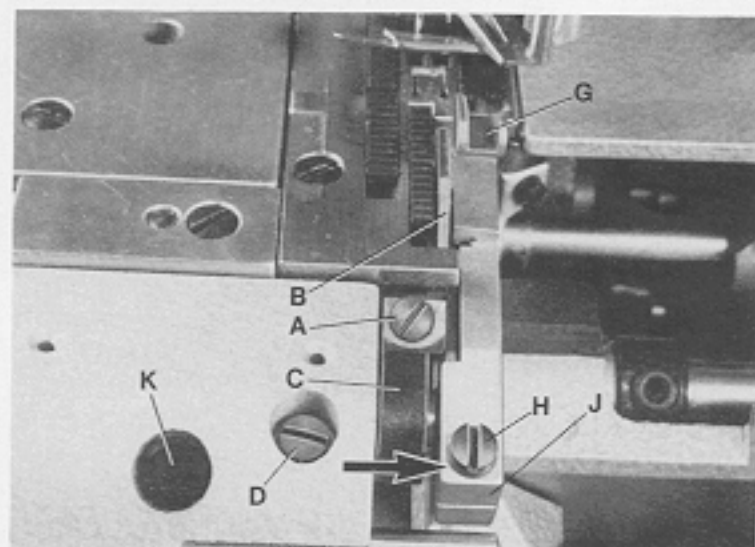
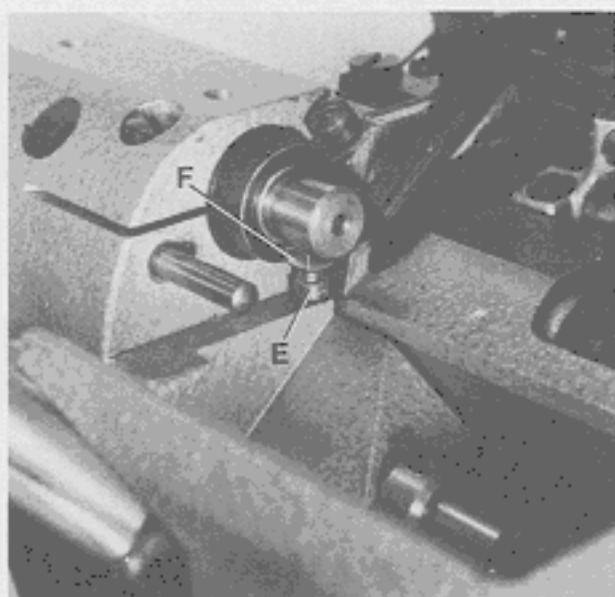
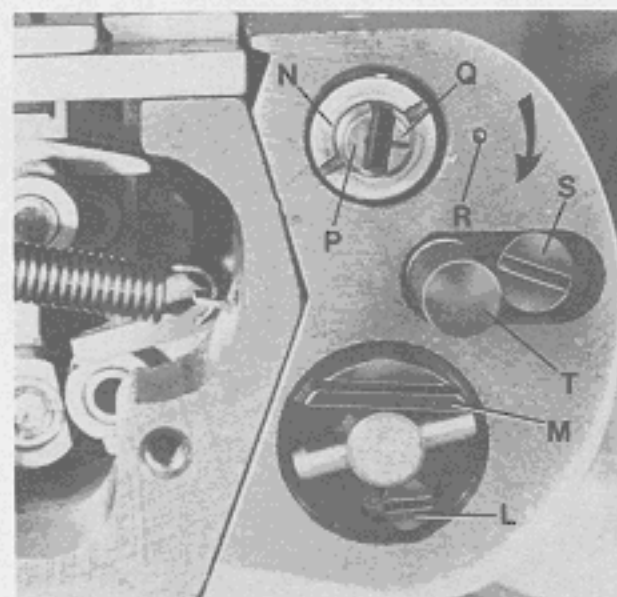

Fig. 50
Fig.51
Fig.52
Remove the edge guide. Loosen screw (A, Fig. 50) in lower knife holder (C) and move lower knife (B) up or down until its cutting edge is parallel and flush with throat plate top surface. Retighten screw (A).
Note: Lower knife holder (C, Fig. 50) is set at the factory so the cutting edge of lower knife is parallel with top surface of throat plate.
When replacing the lower knife holder it has to be set accordingly. Loosen screw (D, Fig. 50) and turn lower knife holder (C) until the cutting edge of lower knife is parallel with top surface of throat plate. Secure this setting with stop screw (E, Fig. 51) and lock nut (F) in lower knife holder. Retighten screw (D, Fig. 50).
Loosen screw (D, Fig. 50) and align the width of trim to the right needle by moving lower knife holder (C) laterally. If this adjustment is obstructed by the upper knife (G), loosen screw (H) and move the upper knife to the right. Retighten screw (D) and also screw (H) if loosened, after setting the lower knife.
Check after making this setting, if the upper knife holder (J, Fig. 50) can be moved in direction of the arrow (see Fig. 50) against the pressure of the spring. If this is not possible, loosen screw (H) and move the upper knife holder (J) accordingly to the right. Retighten screw (H).
Remove the cylinder cover and loosen screw (L, Fig. 52). Adjust by means of stop (M) the highest obtainable throw of upper knife. Retighten screw (L) and rotate pulley until the upper knife is in its down position.
Entfernen Sie die Stoffkantenführung. Lösen Sie die Schraube (A, Fig. 50) im Untermesserhalter (C) und schieben Sie das Untermesser (B) nach oben oder unten bis die Schneide parallel und auf gleicher Höhe mit der Stichplattenoberfläche steht. Ziehen Sie die Schraube (A) wieder an.
Beachten Sie: Der Untermesserhalter (C, Fig. 50) wird im Werk so eingestellt, daß die Schneide des Untermessers parallel zur Stichplattenoberfläche steht.
Beim Austausch muß ein neuer Untermesserhalter entsprechend eingestellt werden. Lösen Sie die Schraube (D, Fig. 50) und drehen Sie den Untermesserhalter (C, Fig. 50) bis die Untermesserschneide parallel zur Stichplattenoberfläche steht. Sichern Sie diese Einstellung mit der Anschlagschraube (E, Fig. 51) und der Kontermutter (F) im Untermesserhalter. Ziehen Sie die Schraube (D, Fig. 50) wieder an.
Lösen Sie die Schraube (D, Fig. 50) und richten Sie durch seitliches Verschieben des Untermesserhalters (C) die Abschnittsbreite zur rechten Nadel entsprechend aus. Wird diese Einstellung durch das Obermesser (G) behindert, lösen Sie die Schraube (H) und schieben das Obermesser nach rechts. Ziehen Sie nach der Einstellung des Untermessers die Schraube (D) und gegebenenfalls die Schraube (H) wieder an. Prüfen Sie nach dieser Einstellung, ob sich der Obermesserträger (J, Fig. 50) in Pfeilrichtung (siehe Fig. 50) entgegen der Kraft der Andrückfeder bewegen läßt. Ist dies nicht möglich, lösen Sie die Schraube (H) und drücken den Obermesserträger (J) entsprechen nach rechts. Ziehen Sie die Schraube (H) wieder an.
Entfernen Sie den Zylinderdeckel und lösen Sie die Schraube (L, Fig. 52). Stellen Sie mit dem Anschlag (M) den größtmöglichen Hub des Obermessers ein. Ziehen Sie die Schraube (L) wieder an und bringen Sie durch Drehen am Handrad das Obermesser in die unterste Stellung.
Adjust the lateral cutting pressure by turning nut (N, Fig. 52). Turning the nut clockwise increases the cutting pressure, turning it counterclockwise acts the reverse.
To adjust the shear angle loosen screws (H and K, Fig. 50). Set shaft (P, Fig. 52) so, that mark (Q) on the shaft and mark (R) in cylinder are lined up.
Turning shaft (P, Fig. 52) in direction of the arrow increases the shear angle, turning it against direction of the arrow decreases it. Retighten screws (H and K, Fig. 50) and make sure that the settings described in paragraph "SETTING THE UPPER KNIFE" are not disturbed.
Remove cylinder cover. Loosen screw (S, Fig. 52) and move push button (T) slightly back and forth until it engages as described. Retighten screw (S).
If it is not possible to engage the push button with this adjustment, loosen screw (L, Fig. 52) and turn stop (M) clockwise until the push button engages. Retighten screw (L).
Der seitliche Schneiddruck wird durch Drehen der Mutter (N, Fig. 52) eingestellt. Drehen der Mutter im Uhrzeigersinn erhöht den Schneiddruck, drehen im Gegenuhrzeigersinn vermindert ihn.
Zur Einstellung des Scherwinkels lösen Sie die Schrauben (H und K, Fig. 50). Stellen Sie die Achse (P, Fig. 52) so, daß sich die Markierungen (Q) auf der Achse und (R) am Zylinder gegenüberstehen.
Drehen der Achse (P, Fig. 52) in Pfeilrichtung vergrößert den Scherwinkel, drehen in entgegengesetzter Richtung verkleinert ihn. Ziehen Sie die Schrauben (H und K, Fig. 50) wieder an und beachten Sie, daß die im Abschnitt "EINSTELLUNG DES OBERMESSERS" beschriebenen Einstellungen erhalten bleiben.
Entfernen Sie den Zylinderdeckel. Lösen Sie die Schraube (S, Fig. 52) und bewegen Sie den Druckknopf (T) leicht hin und her bis er wie oben beschrieben einrastet. Ziehen Sie die Schraube (S) wieder an.
Läßt sich der Druckknopf durch diese Einstellung nicht einrasten, lösen Sie die Schraube (L, Fig. 52) und drehen den Anschlag (M) im Uhrzeigersinn bis der Druckknopf einrastet. Ziehen Sie die Schraube (L) wieder an.